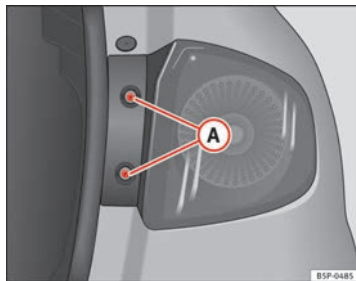

Fig. 196 Feu de position/feu stop
- Retirez les vis ⇒ fig. 196 **(A)**.